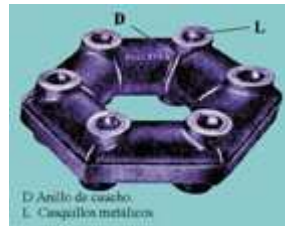

Fig. 49
También puede estar constituidas (**fig. 49**) por un anillo (D) de caucho (flector) resistente con orificio que llevan unos casquillos metálicos (L) y permiten oscilaciones angulares de unos 8°.